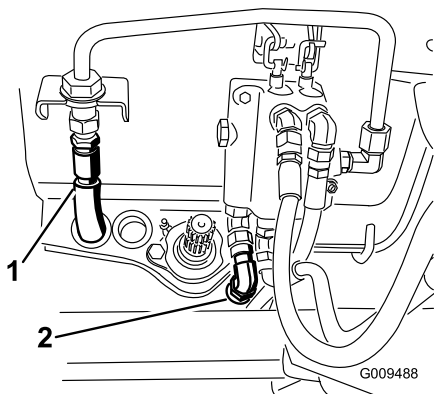

Figura 76
17. Desligue a mangueira do depósito da ligação rígida da válvula de controlo (Figura 76).
19. Desligue a mangueira de pressão da válvula de controlo (Figura 76).